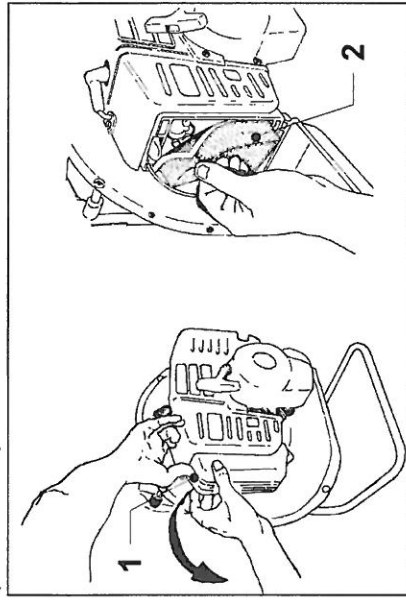

Figura 8 Filtro aria in spugna
| Figura 8 Filtro aria in spugna..... | 19 |
- Per accedere al filtro, premete il bottone di fissaggio (Figura 8 pos. 1) sul coperchio del filtro ed aprite il coperchio ruotandolo nella direzione indicata dalla freccia.
- Rimuovete il filtro in spugna (Figura 8 pos. 2) e pulitelo. I filtri in spugna vanno sempre puliti con miscela e asciugati con aria compressa o strizzati.
- Rimontate il filtro chiudete il coperchio avendo cura di fare scattare il bottone di fissaggio (Figura 8 pos. 1).